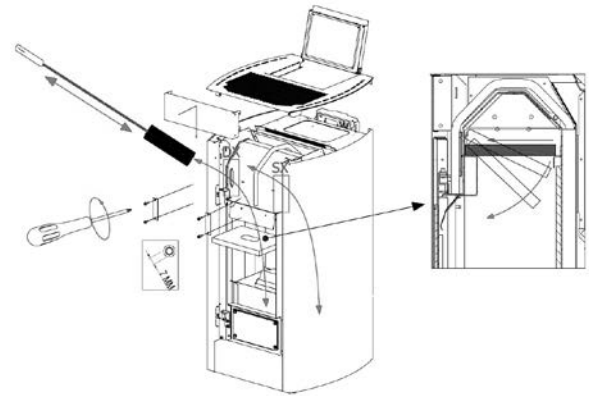

Fig. 86 - Reinigung
- Die obere Klappe abziehen (siehe **Fig. 86**), eventuell vorhandene Asche absaugen und die Innenwände der Verbrennungskammer säubern.